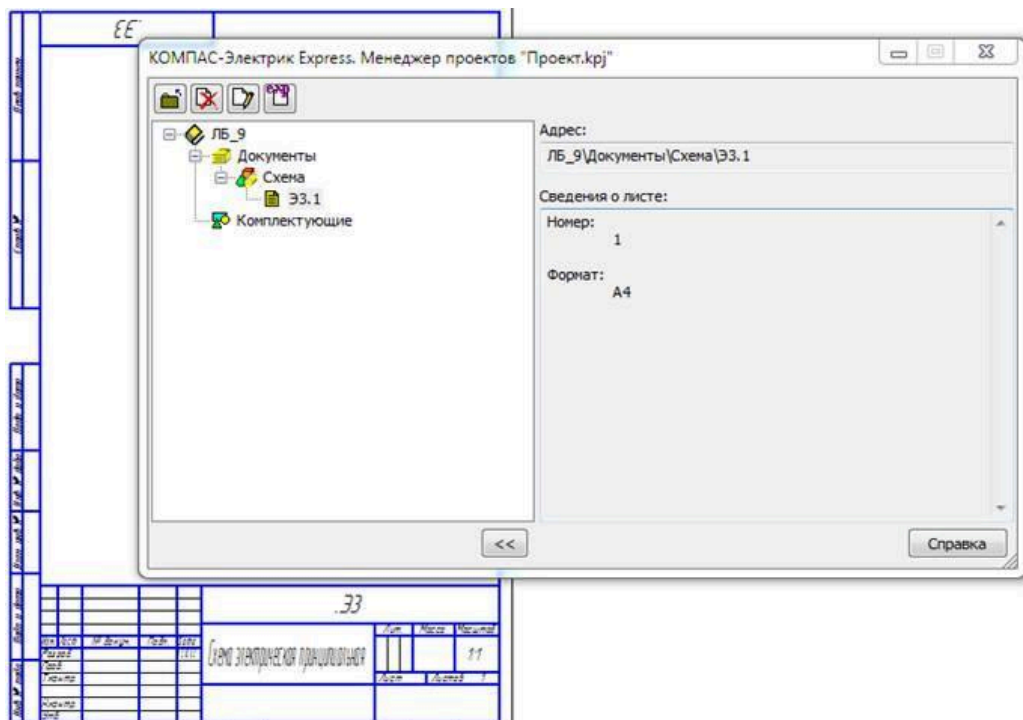

Рисунок 4.6
4.3. Лист «Схема электрическая принципиальная» создается автоматически с именем ЭЗ.1 (рисунок 4.6).